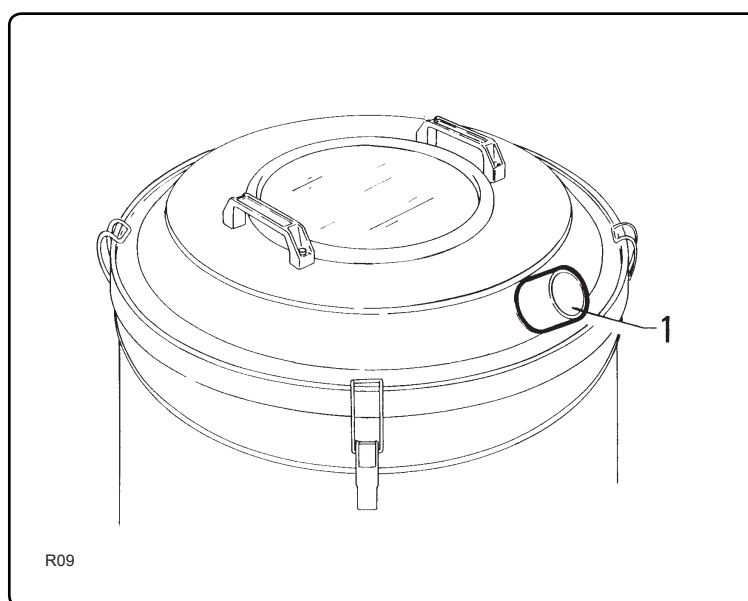

Fig. 5.3.1
5.3 - Verifica corretto allacciamento elettrico (fig. 5.3.1)**ATTENZIONE!!**
5.3 - Inspecting the electrical connection (fig. 5.3.1)**ATTENTION!!**
5.3 - Vérification du raccordement électrique (fig. 5.3.1)**ATTENTION!!**
5.3 - Prüfung des korrekten elektrischen Anschlusses (Abb. 5.3.1)**ACHTUNG!!**